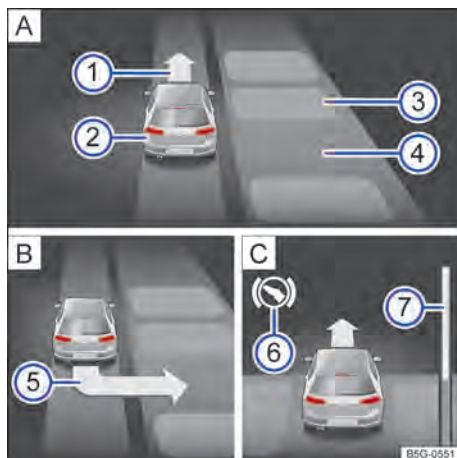

Fig. 120 En el display del instrumento combinado: estacionar lado a lado. **A** Buscar una plaza de estacionamiento. **B** Posición para estacionar. **C** Maniobrar.
- Estacionar cuando aparezca en la pantalla del instrumento combinado la indicación de estacionamiento → **fig. 120** ⓘ → pág. 158.
Leyenda de la → fig. 120 (modo de estacionamiento de lado a lado con marcha atrás):
- Frenar cuando suene una alarma acústica que indica el cambio de dirección, se enciende la flecha → fig. 120 ① , se enciende el símbolo blanco  o se muestra un mensaje.